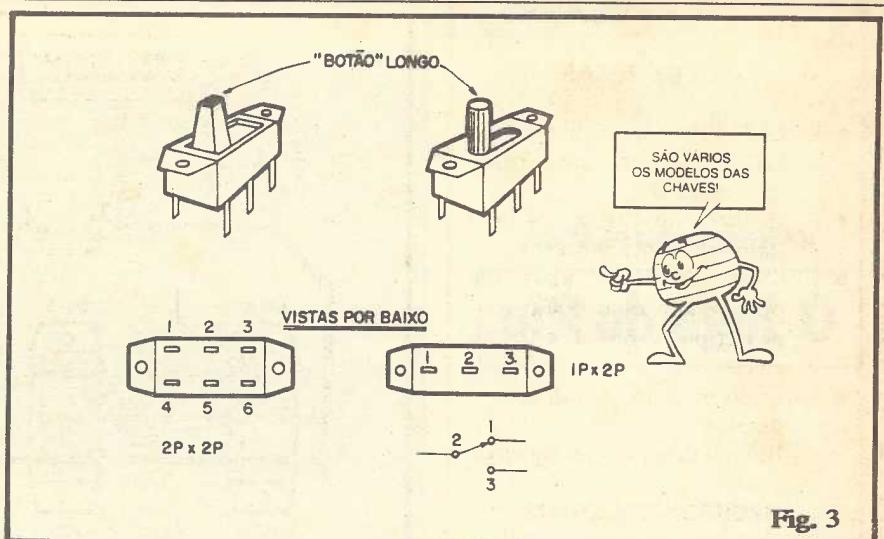
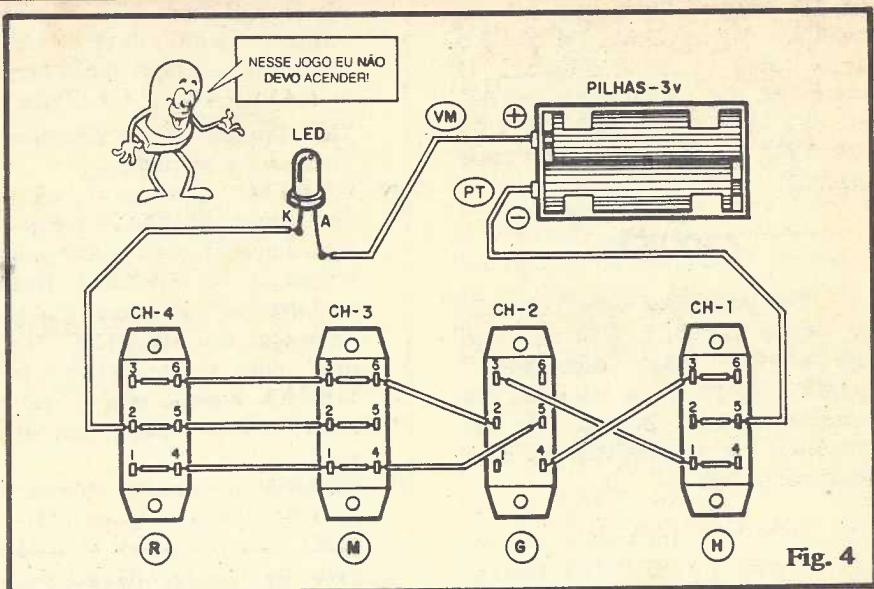

Fig. 3
Fig. 4
- FIG. 3 - Para maior conforto aos jogadores, convém que a montagem seja feita com 4 chaves de botão mais longo do que o convencional das chaves H-H standart. Entretanto, se o Leitor/Aluno não puder obter essas chaves com botões mais longos, nada impede que realize o JOGO DO RIO com chaves comuns. Observar, ainda na fig. 3, o "lado de baixo" das chaves, vendo-se à esquerda a de 2 polos x 2 posições e, à direita, a de 1 polo x 2 posições. Observar a numeração atribuída aos terminais, para fins de identificação, durante as ligações (esses números **não estão lá**, nas chaves "reais"...). Notar ainda o símbolo da chave de 1 polo x 2 posições (compare-o com o símbolo das chaves 2 polos x 2 posições, na fig. 4-C da FONTE DE ALIMENTAÇÃO, aí atrás). Como as chaves de 1 polo x 2 posições (direita) às vezes não são tão fáceis de obter quanto as de 2 polos x 2 posições, estas últimas podem ser adquiridas e, através da união dos seus terminais 1-4, 2-5 e 3-6, "transformadas" em
- FIG. 4 - Chapeado da montagem (vista real dos componentes, já interligados). Notar que as quatro chaves são observadas por baixo (pelos terminais...) e que todas as suas "perninhos" estão devidamente numeradas (como na fig. 3) de modo a não deixar dúvidas quanto às ligações. Os principais cuidados devem ser: